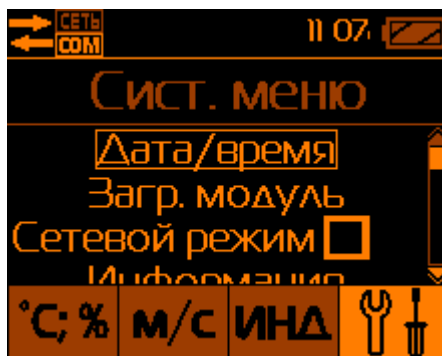

Рис.25 – Системное меню блока отображения информации
**2.7.3. Установка или корректировка текущего времени и даты в блоке отображения информации** осуществляется выбором пункта меню «Системное меню» и в нём пункта «Дата/время» (Рис.25).